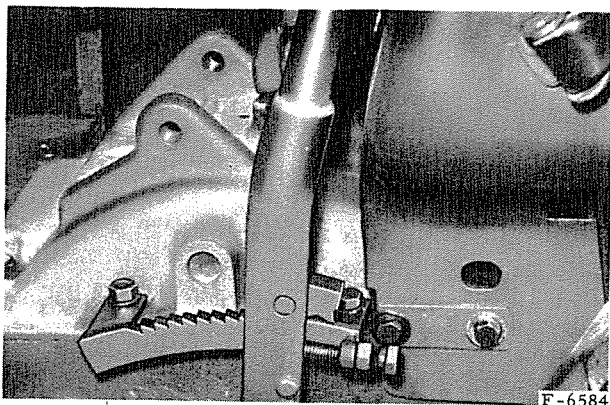

Fig 60. Butée réglable du frein à main.
Pour régler les freins, desserrez les écrous de blocage (1) et (3), fig. 60 et 62 et tournez les tringles de commande (2) vers la droite.